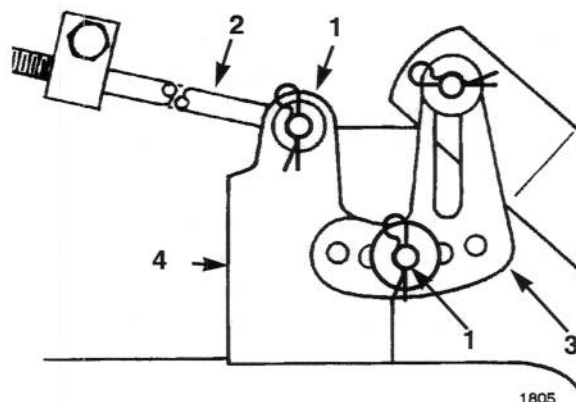

Fig. 50
5. Togliete la coppiglia a forcina e la rondella dalla staffa di livello (Fig. 50). Per livellare la lama (o
lame) riposizionate la staffa di livello in un foro diverso e montate la rondella e la coppiglia a forcina (Fig. 50). Il foro anteriore abbassa l'altezza della lama e quello posteriore la alza. Ripetete questa operazione dal lato opposto.